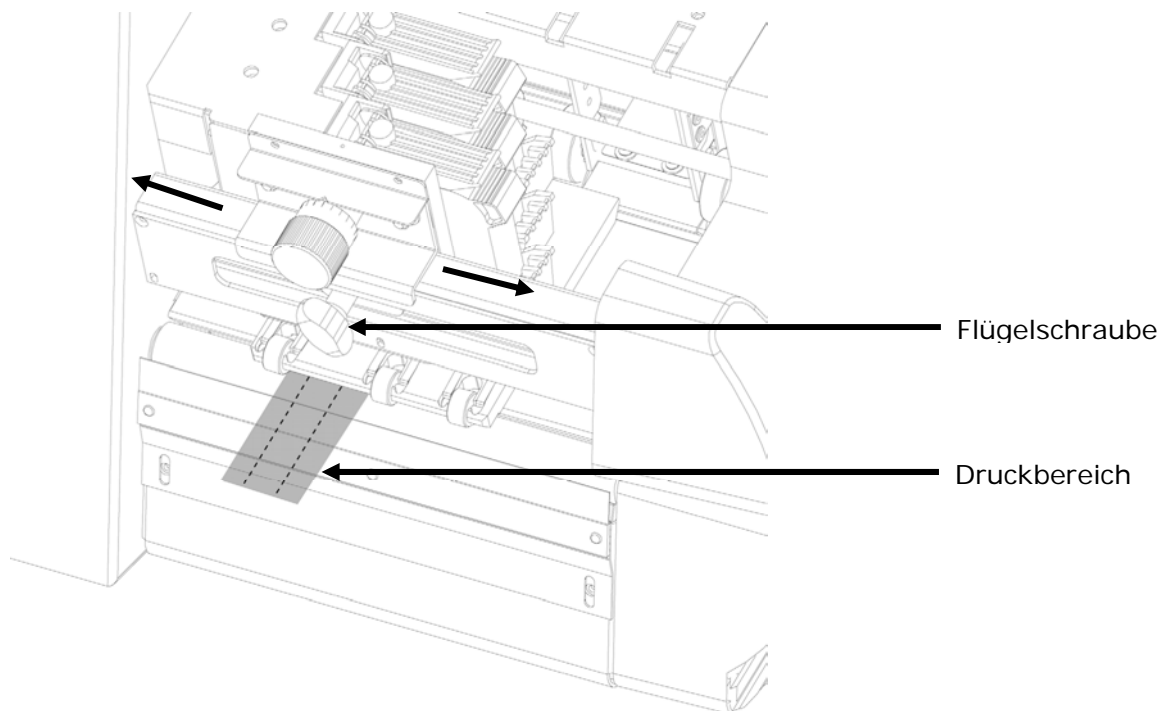

Abbildung 11: Positionieren des vertikalen Druckbereichs
- Als Referenz für die Position des Druckbereichs können die beiden schmalen Rollen unter der Flügelschraube verwendet werden. Der Druckbereich befindet sich zwischen diesen beiden Rollen (siehe Abbildung 11).